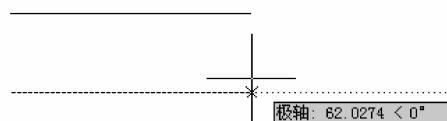

图 4-7 下对正
③下(B)：表示在光标上方绘制多线，因此，在指定点处将出现具有最大负偏移值的直线，如图 4-7 所示。